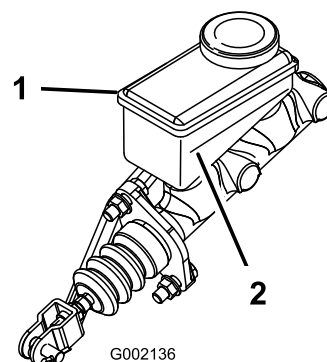

Figura 53
3. Mire el nivel de aceite en el lateral del depósito (Figura 53).
- B. Añada líquido de frenos DOT 3 al depósito hasta que el nivel esté por encima de la línea Mínimo (Figura 53).